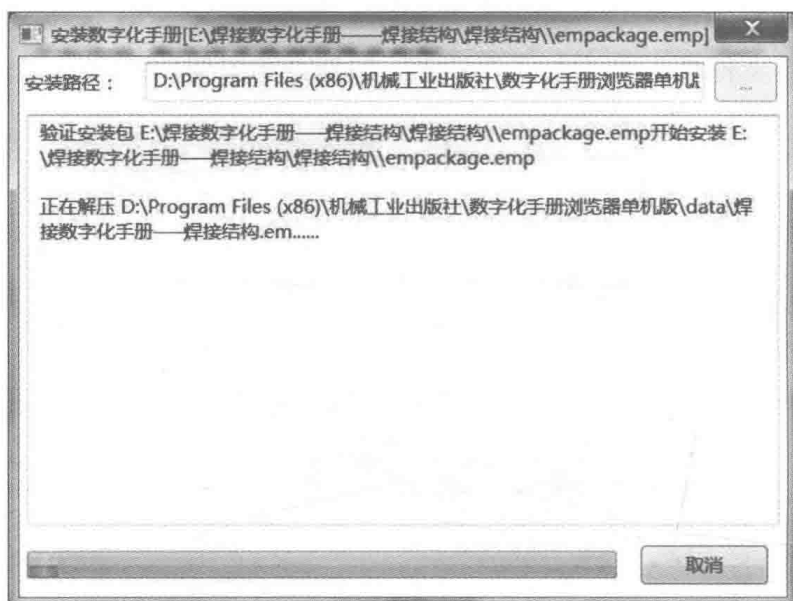

图 1-9 “安装数字化手册”对话框
8) 数字化手册单机版安装完成后, 开始安装数字化手册(图 1-9), 显示数字化手册的安装路径, 并验证安装包, 将数字化手册解压到指定目录。